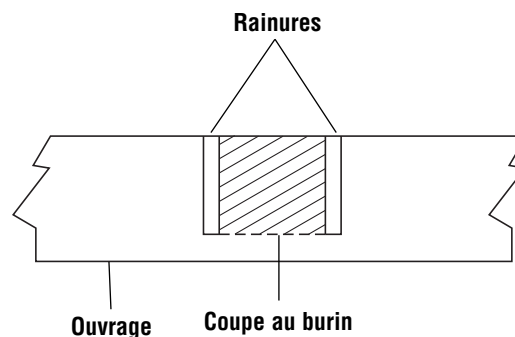

Figure 33a. Rainure coupée grossièrement
5. Utilisez un burin à bois ou effectuez des passes multiples faisant glisser le bois pour enlever le matériau entre les rainures extérieures (Figure 33a).